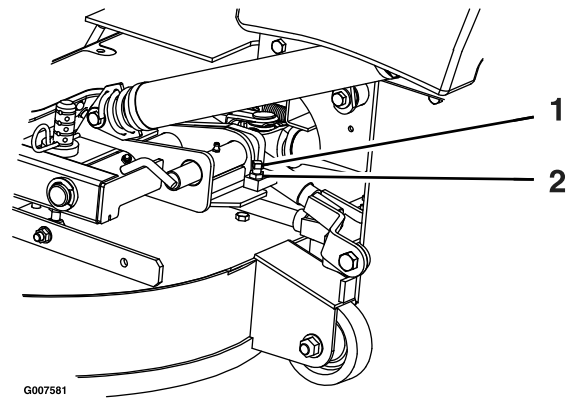

Figure 79
2. Desserrez l'écrou de blocage et tournez la vis de butée dans le sens horaire jusqu'à ce que la goupille de verrouillage soit serrée et ne puisse pas être tournée à la main (Figure 79).